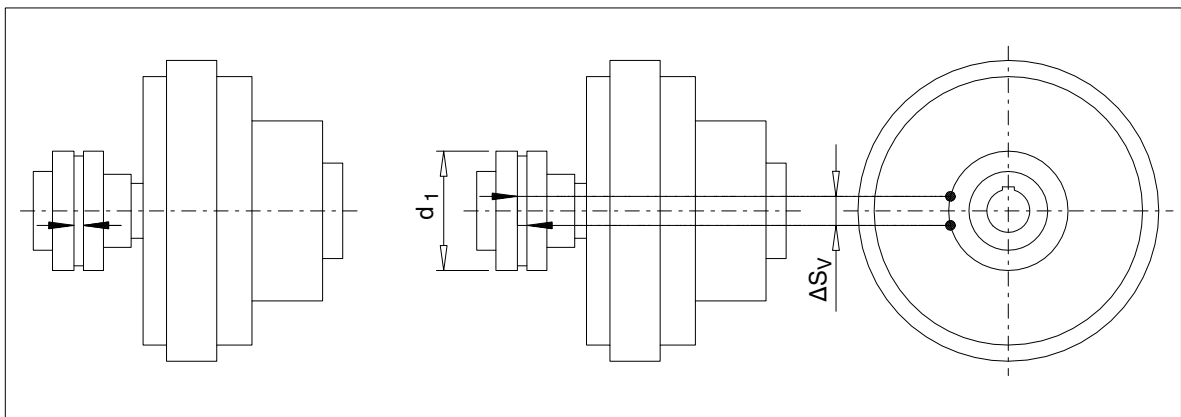

图 10: N-EUPEX 可拆式联轴器的维护间隔时间
只要提高的联轴器间隙对于联轴器运转不是不利的，那么弹性元件 (12) 在它们需要更换前一直留到达到规定的使用磨损界限。为了评估磨损情况，在表 11 中证明了所允许的扭转间隙，它是换算到联轴器外直径上的弦齿尺寸 ΔS_V 。为了测定该尺寸 ΔS_V ，将联接件在没有扭矩的情况下旋转到碰撞并在两侧划上标记（参见图 10）。通过反向旋转联接件，直到停止，标记彼此分离。标记间距离就是弦齿尺寸 ΔS_V 。如果尺寸 ΔS_V 超过在表 11 中规定的数值时，那么必须更换弹性元件 (12)。